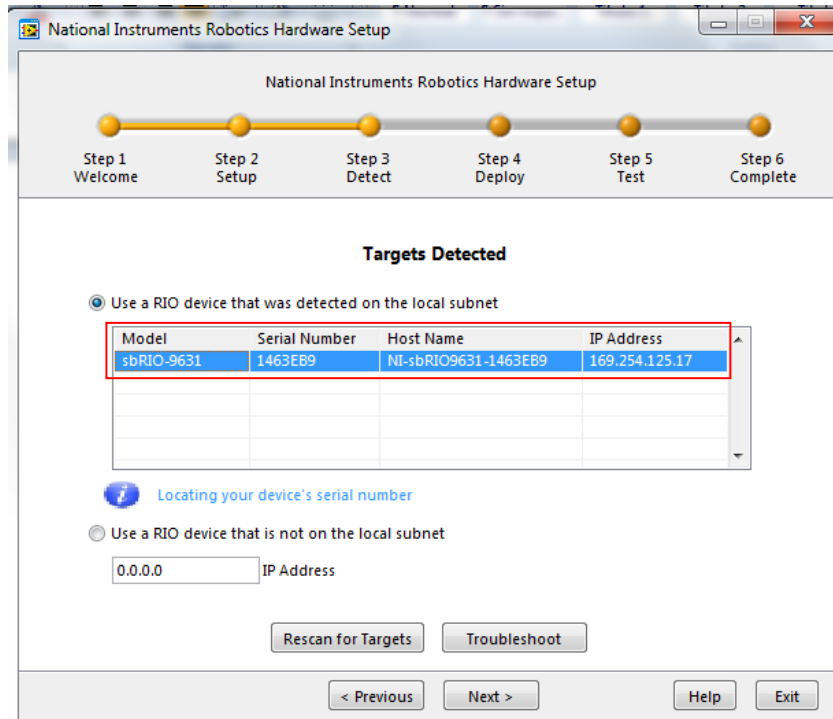

Fig. 9 Selección de la tarjeta RIO del Dispositivo.
5. Seleccione la tarjeta sbRIO- 9631 como aparece en la Fig. 9 y oprima Next.